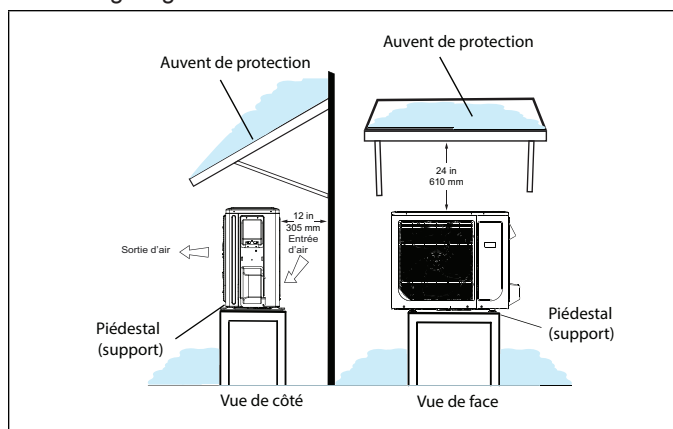
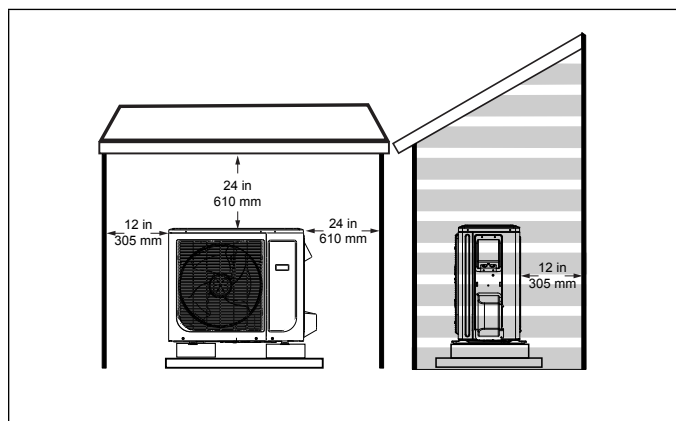

Figure 15. Unité extérieure sur piédestal et sous auvent de protection
Figure 20. Abri de style niche à chien
- Si l'unité extérieure peut être exposée de manière prolongée aux rayons directs du soleil et atteindre des températures dépassant 100 °F (38 °C), il est recommandé de construire un auvent comme illustré à la «Figure 15. Unité extérieure sur piédestal et sous auvent de protection» ou à la «Figure 20. Abri de style niche à chien» à la page 12
- Installer l'unité à l'écart des porte-à-faux des toits pour empêcher l'eau ou la glace de tomber sur ou devant l'échangeur ou l'unité. Construire un auvent comme illustré à la «Figure 15. Unité extérieure sur piédestal et sous auvent de protection»
- L'unité extérieure peut être installée dans un abri de style niche à chien comme illustré à la «Figure 20. Abri de style niche à chien»